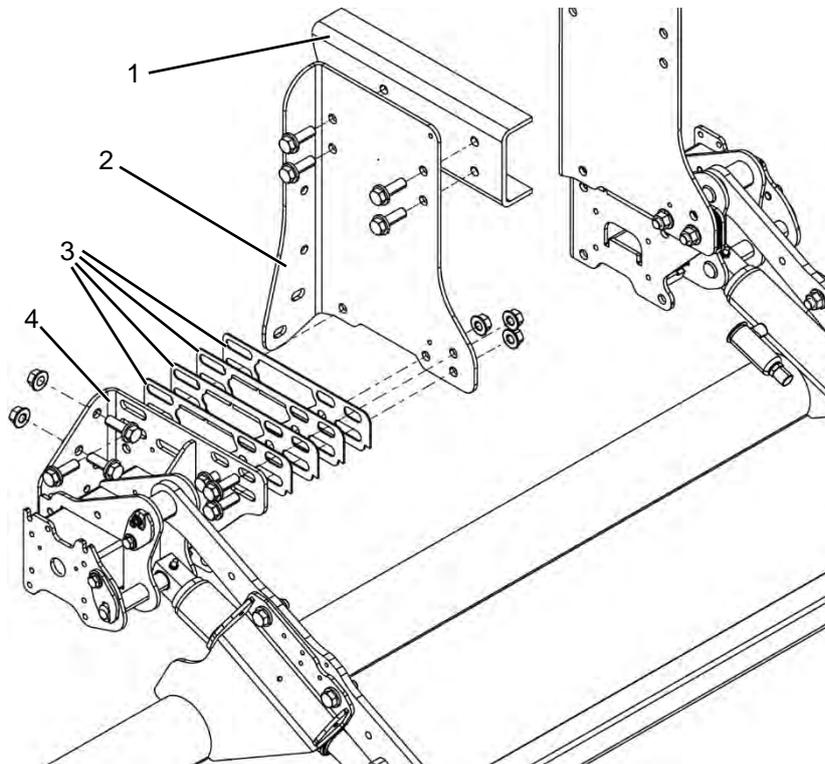

Figure 9 : Plaques d'écartement (exemple de représentation)
- ▶ pour le montage entre le boîtier de trépied et les plaques de vissage, utilisez des plaques d'écartement afin de réduire les dimensions intérieures de la console à la largeur du châssis (exemple de représentation dans Figure 9). Le nombre de plaques d'écartement nécessaires figure dans le tableau de l'essai d'assemblage (schéma d'assemblage).